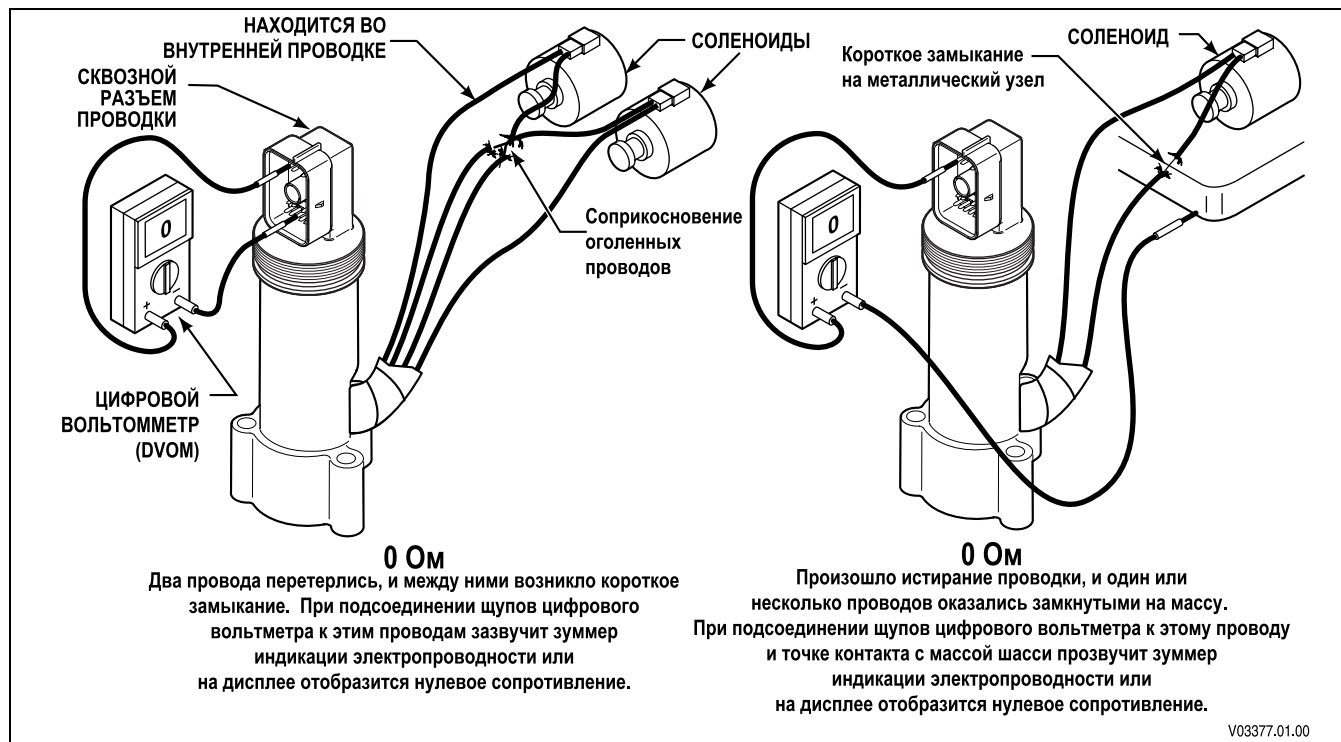

Рис. 4–4. Короткое замыкание между проводами и короткое замыкание на массу
3. Если разъемы чистые и правильно подсоединены, определите, какие провода в проводке необходимо проверить. Для определения выводов используйте схему системы диагностических кодов. Например, код P0960 указывает на обрыв в цепи соленоида Main Mod, проводах 111 и 174 (рис. 4–3 и 4–4).